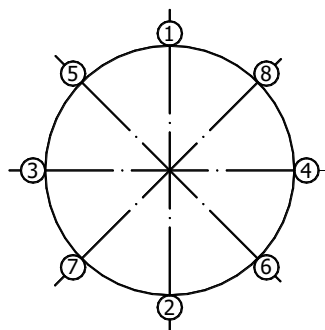

Рис.8
4.3.11 Затяжку болтов (шпилек), крепящих ППР к фланцам на трубопроводе, производить поочерёдно по диаметрально противоположным парам (см. рис.8), при этом необходимо избегать применения чрезмерно больших усилий. Рекомендуемый момент силы при закручивании гаек в зависимости от исполнения ППР приведен в таблице 2.